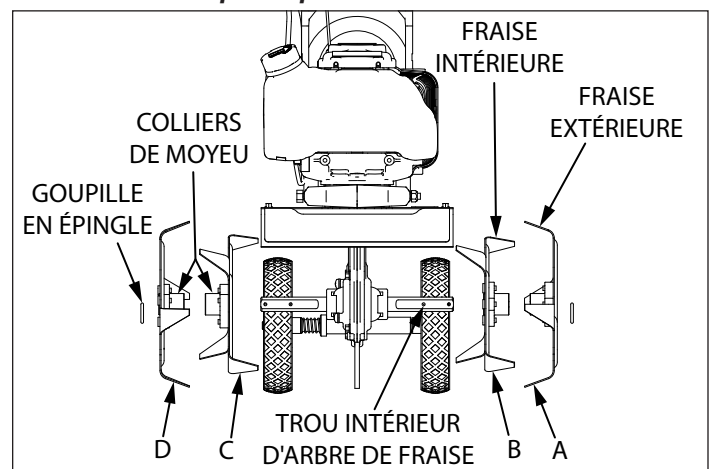

FIGURE 8
Déposer les fraises (VOIR FIGURE 8)
2. Enfiler ensuite les fraises extérieures **A** et **D** sur les deux côtés de l'arbre de fraises. Les fraises doivent être posées dans l'ordre **A, B, C, D** de gauche à droite lorsqu'elles sont vues depuis la position de conduite de la MC440. Vérifier que les colliers de moyeu sur les paires droite et gauche de fraises sont face à face de manière à créer un espacement suffisant entre les couteaux. **VOIR FIGURE 8.**